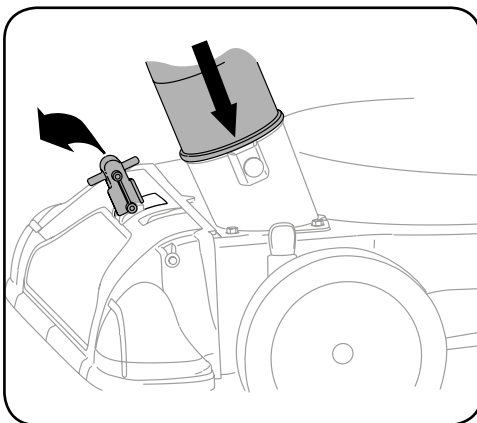

Рисунок 4-5
1. Для перенаправления всасывания на шланг в сборе переведите имеющийся на сопле рычаг переключения между соплом и шлангом в нижнее положение. См. рисунок 4-5.
2. Для осуществления всасывания через шланг в сборе подпружиненный палец должен находиться во втором отверстии переходника шланга. См. рисунок 4-5.